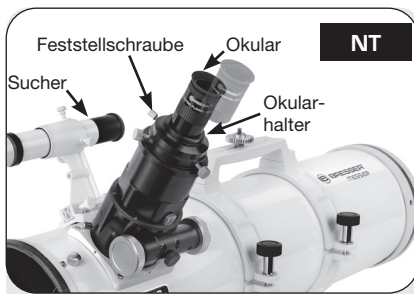

Abb. 10a: Setzen Sie das Okular ein und ziehen Sie die Schrauben fest.
10. Einsetzen des Okulars: NT-Modelle (Abb. 10a): Entfernen Sie zuerst die Staubschutzkappe vom Okularhalter auf der Fokussiereinheit. Legen Sie die Staubschutzkappe an einen sicheren Platz und setzen Sie sie wieder ein, wenn Sie mit dem Beobachten fertig sind, damit kein Schmutz in das Teleskop eindringt. Öffnen Sie die Okularklemmschrauben (1, Abb. 1a) und setzen Sie das mitgelieferte Okular (3, Abb. 1a) in die Okularhalterung ein. Ziehen Sie anschließend die Schrauben handfest an, damit das Okular nicht herausrutscht. AR-Modelle (Abb. 10b): Entfernen Sie zuerst die Staubschutzkappe von der Okularhalterung auf der Fokussiereinheit. Legen Sie die Staubschutzkappe an einen sicheren Platz und setzen Sie sie wieder ein, wenn Sie mit dem Beobachten fertig sind, damit kein Schmutz in das Teleskop eindringt. Öffnen Sie die Okularrändelschrauben (A Abb. 10b) und setzen Sie das mitgelieferte Okular (B Abb. 10b) in die Okularhalterung ein. Ziehen Sie anschließend die Schrauben wieder gut fest, damit das Okular fest sitzt.